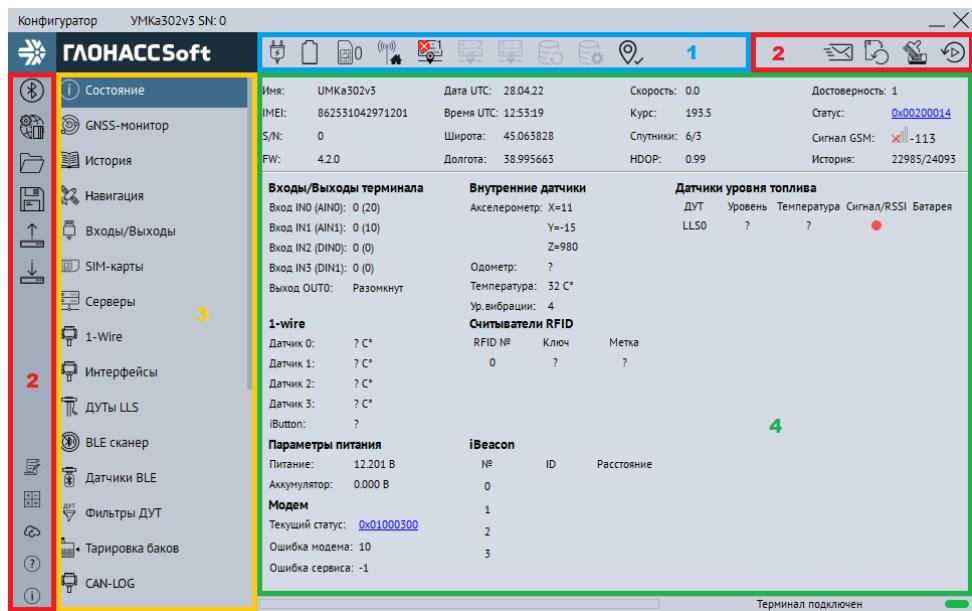

Рисунок 3.8 Стартовое окно «Состояние»
Для запуска приложения, перейдите в «Пуск» → «Все программы» → «Конфигуратор УМКа3XX». Откроется стартовое окно конфигуратора (Рисунок 3.8), которое условно можно разделить на четыре зоны: Панель статуса (1), панели инструментов (2), дерево настроек (3) и окно отображения информации (4).
Для просмотра и редактирования настроек терминала воспользуйтесь вкладками настроек (Рисунок 3.8). При нажатии на вкладку в окне отображения информации можно посмотреть соответствующие значения и настройки и отредактировать их.
На вкладке «Состояние» (Рисунок 3.8) отображается общая информация о терминале, состояние входов/выходов терминала, внутренних и внешних датчиков.